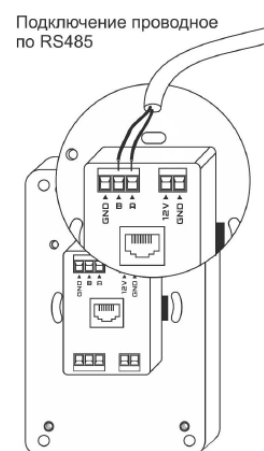

Рис. 4
Управление происходит по интерфейсу RS485, протокол Modbus RTU. Необходимо подключить контроллер автоматики к панели кабелем типа «витая пара» на клеммы A, B, GND. Отдельно подать питание +12В и GND с блока питания (из комплекта или другого стабилизированного источника питания 12В с током не менее 1А) на клеммы подключения питания (см. рис. 4).
- Подключить панель управления согласно выбранному типу подключения и схеме подключения (см. рис.3 или рис.4).
4. Подключить панель управления согласно выбранному типу и схемы подключения (см. рис.3 или рис.4).
- Подключить панель управления согласно выбранному типу и схемы подключения (см. рис.3 или рис.4).